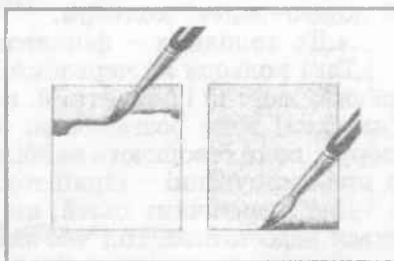

Рис. 33
• Відмивання полягає в тому, що розчин фарби (туші) пензлем зганяють униз і праворуч по паперу. *На пензлі весь час повинна бути достатня кількість розчину.* На рис. 33 показано техніку відмивання тушшю за допомогою пензля.